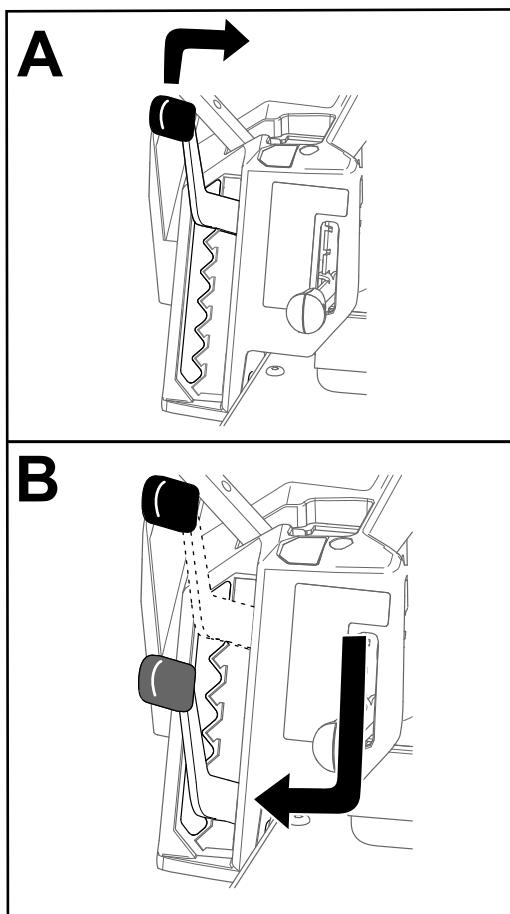

Figura 29
**Nota:** La posición de transporte es la posición de altura de corte más alta, 114 mm, según se muestra en la Figura 29.
Puede ajustar la altura de corte de 38 a 114 mm en incrementos de 13 mm. La altura de corte es controlada por la palanca situada a la derecha del puesto del operador (Figura 29).